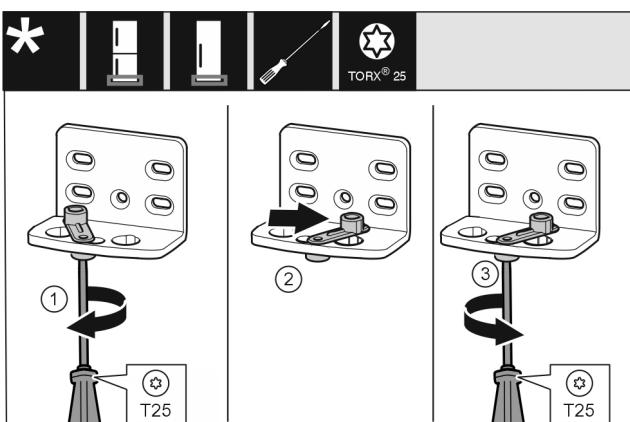

Fig. 14
- Skru løs skruen Fig. 14 (1) med en skrutrekker.
- Løft dørlukkestøtten Fig. 14 (2) og vri den 90° til høyre inn i hullet.
- Skru fast skruen Fig. 14 (3) med en skrutrekker.